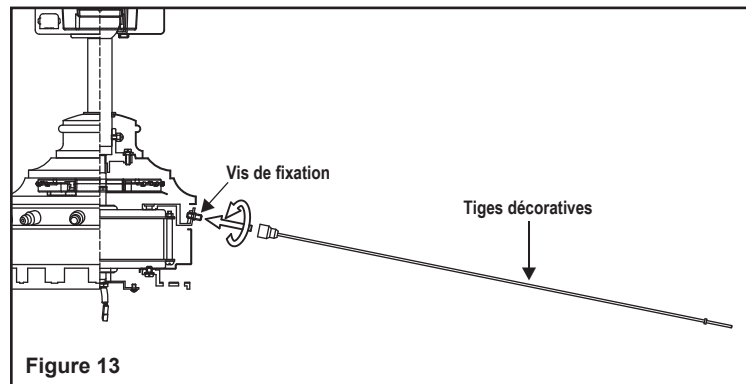

Figure 13
Étape 1. Faites tourner les tiges décoratives sur les vis de fixation situées sur le moteur et serrez fermement. (Fig. 13)
Étape 2. Insérez les tiges décoratives dans les trous des supports de tige décorative. (Fig. 13)